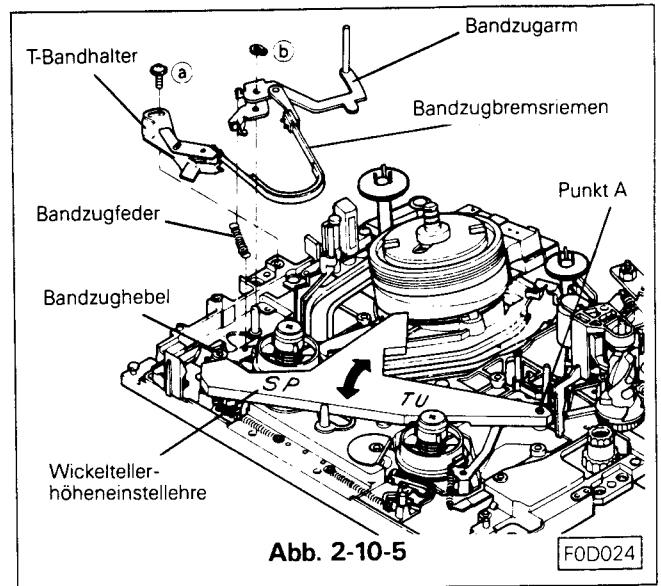

Abb. 2-10-5
- F. Den Bandzugarm auf die Achse aufsetzen und mit Sicherungsring ⑥ sichern. (Siehe Abb. 2-10-5)
- G. Bandzugfeder zwischen Bandzughebel und Bandzugarm einsetzen. (Siehe Abb. 2-10-5)
- H. Das T-Band vorsichtig auf das Chassis aufsetzen und den Halter mit Schraube ③ leicht befestigen. Beachten Sie, daß das Bremsband frei von Schmutz oder Fett ist. (Siehe Abb. 2-10-5)